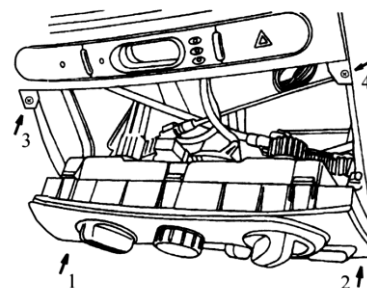

Рис. 4
- 7) Открутите шурупы 1 и 2 смотрите рис.4. Аккуратно выдвинуть вперёд блок управления климатом, и открутить шурупы 3 и 4.